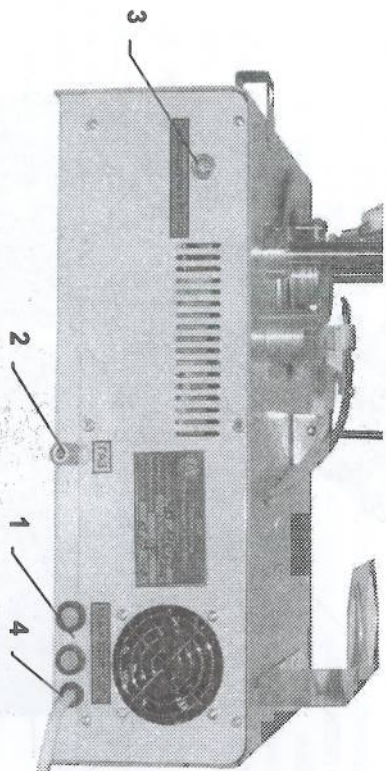

Рис. 3. Аппарат ТВЗ-ПАБ-01. Задняя панель.
На задней панели аппарата (см. рис. 3) расположены сетевые предохранители (1), штырь для подсоединения к источнику газа (2), разъем для подключения датчика температуры (3) и вывод кабеля электропитания (4).